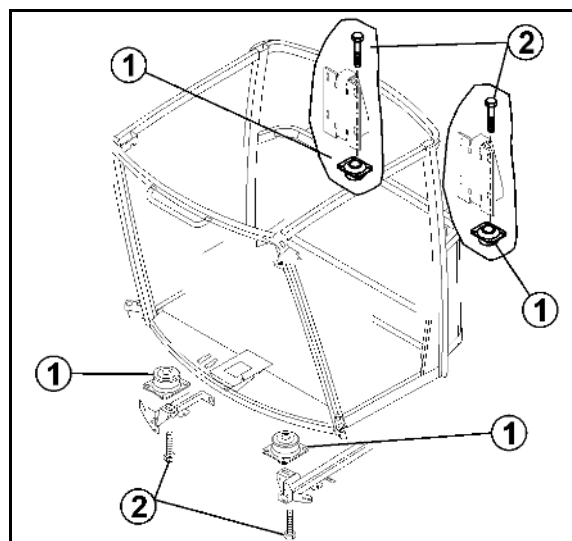

Fig. 192
1. Demontați grilajul aerului de recirculație (Fig. 192/1).